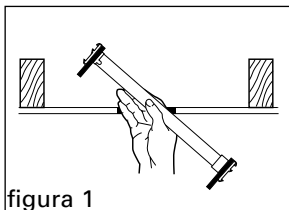

figura 1
1. Aclare el area de instalación de todo aislamiento, cableado y de Barra de Enganche. Quite el cable que esta sujeto al lado de la vigueta donde Saf-T-Brace® se sujetara. Entre Saf-T-Brace® a través de la plancha de estuco y dentro del tubo cuadrado del centro sobre el hueco en la plancha (figura 1).